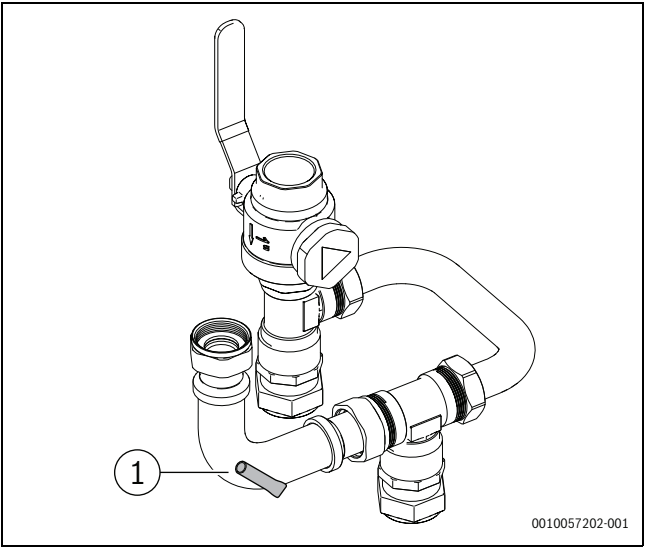

Bild 19 Installera temperaturgivare T0
- Framledningsgivare TO är installerad på bypassens framledningsanslutning → bild 19.